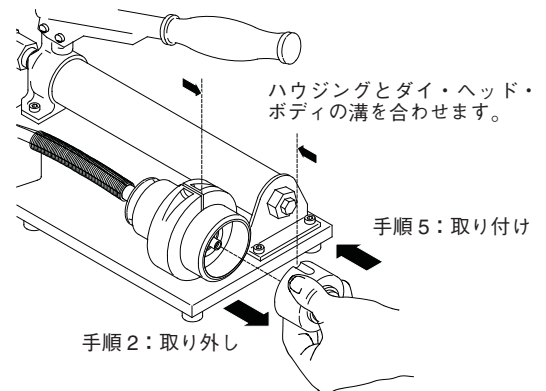

図2: ダイ・ヘッド・ボディの取り外し/取り付け
2. ハイドロリック・ハウジングに取り付けられているダイ・ヘッドを取り外します (図2参照)。
5. 選んだダイ・ヘッドをハイドロリック・ハウジングの中に挿入します。その際、ダイ・ヘッドの溝をハイドロリック・ハウジングの位置決めピンに合わせます (図2参照)。